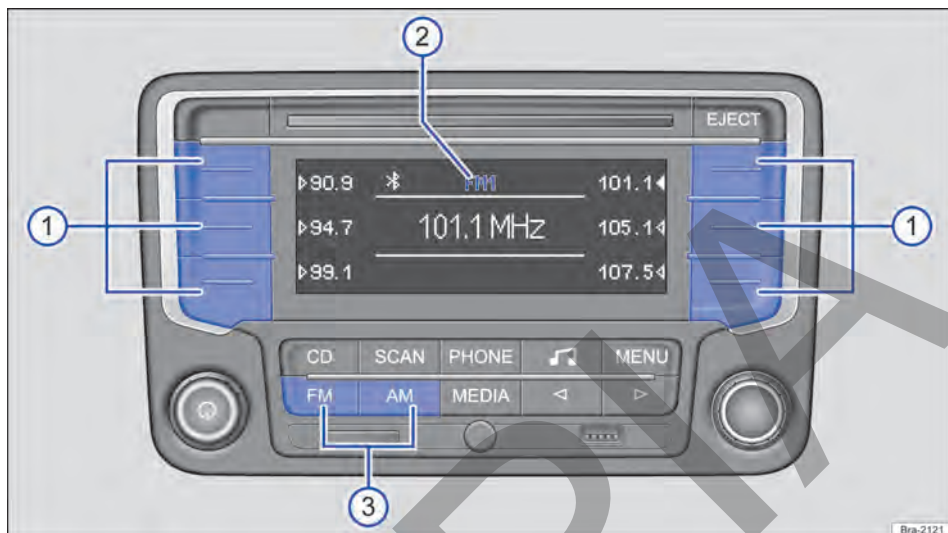

Fig. 130 Seleccione la banda de frecuencia y el nivel de memoria.
Pulse la tecla del equipo **FM** o **AM** → fig. 130 ③ hasta que se muestre el nivel de memoria deseado → fig. 130 ②.
Al cambiar los niveles de memoria, las frecuencias de las emisoras de radio memorizadas se muestran al lado de las teclas de presintonía fig. 130 ①.